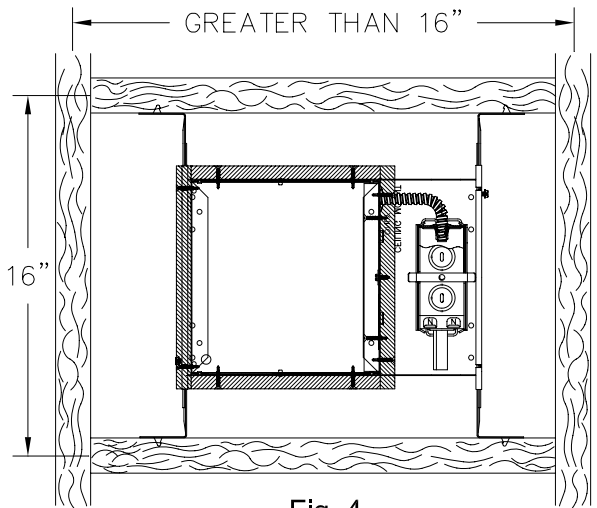

Fig. 4
7.- El armazón enyesado (2) y la junta (25) deben estar en contacto con el cieloraso (23).
8.- Si las viguetas están distanciadas a más de 16 pulgadas (41 cm), 2x4 (4 pulgadas [10 cm] de dimensión vertical), se debe usar más soportes entre las viguetas a ras del cieloraso para crear un espacio de 16 pulgadas (41 cm) para montar el aparato de luz como se muestra en la Fig. 4.
7.- Le cadre en plâtre (2) et le joint (25) doivent toucher le plafond (23).
8.- Si les solives sont placées à une distance supérieure à 16 pouces (41 cm), 2 x 4 (4 pouces [10 cm] de dimension verticale), il faut utiliser plus de supports entre les solives au niveau du plafond pour créer un espace de 16 pouces (41 cm) pour monter le dispositif d'éclairage comme l'indique Fig. 4.